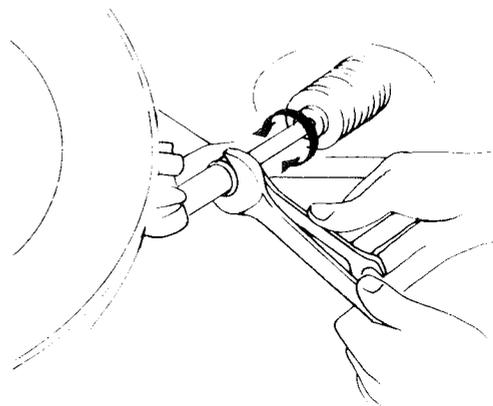

Bild 159
- Zum Einstellen der Spur die Kontermuttern der beiden Spurstangenköpfe lockern, einen kleinen Gabelschlüssel an den Flächen der Spurstangen ansetzen und diese auf beiden Seiten um den gleichen Wert verstellen (siehe Bild 159). Eine volle Umdrehung der Spurstangen verändert die Vorspur um 3,5 mm. Abschliessend die Kontermuttern wieder anziehen und die Einstellung nochmals von Grund auf kontrollieren.